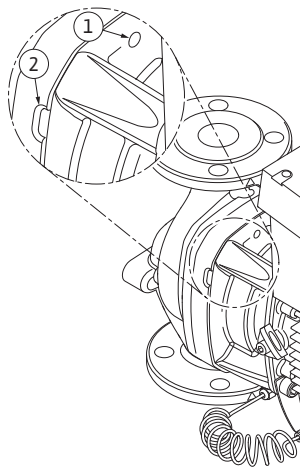

Fig. 50: Резьбовые отверстия и шлицы для отжатия съемного блока от корпуса насоса
13. Съемный блок (см. Fig. 13) отжать от корпуса насоса. Для этого рекомендуется использовать два резьбовых отверстия (Fig. 50, поз. 1) — прежде всего для отсоединения опорной части. С этой целью ввернуть подходящие винты в резьбовые отверстия. После ослабления крепления съемного блока можно дополнительно использовать для отжатия шлицы (Fig. 50, поз. 2), расположенные между корпусом насоса и фонарем (напр., вставить в них две отвертки в качестве рычагов). После перемещения отжатия прикл. на 15 мм съемный блок выходит из корпуса насоса.